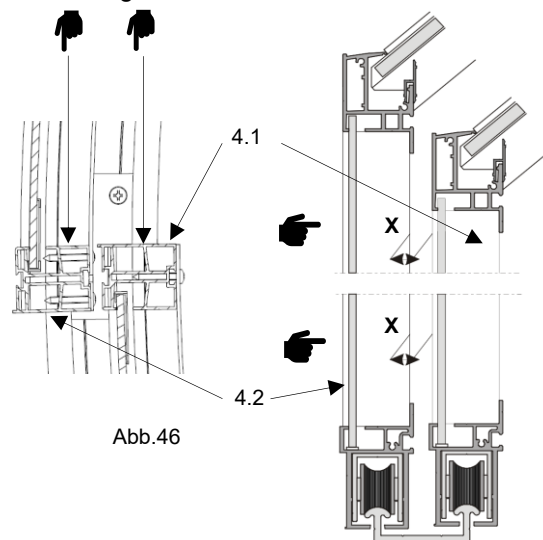

Abb.47
- der Abstand zwischen den inneren (4.1) und äußeren Randsprossen (4.2) sollte **X** ca. 9mm betragen. (Abb.47)